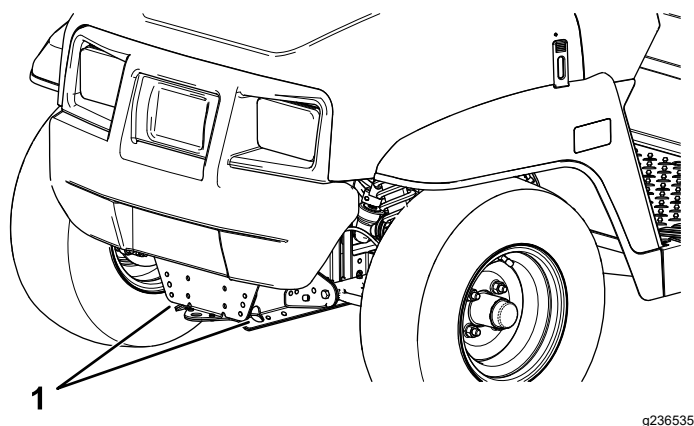
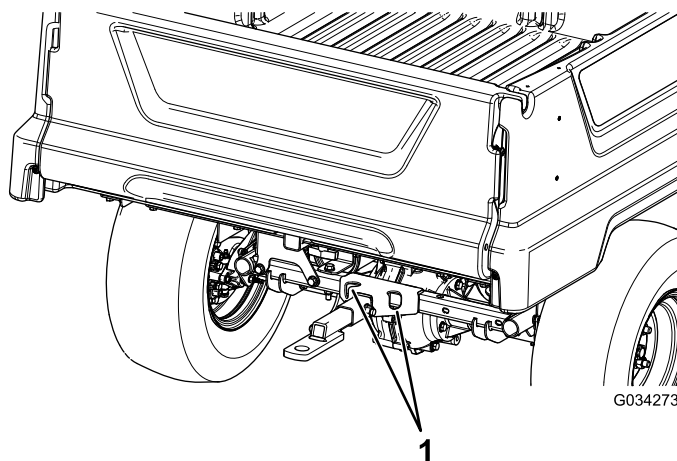

Figura 21
Figura 22
Vedere Figura 21 e Figura 22 per conoscere la posizione dei punti di attacco sulla macchina.
2. Fissate una fune di traino al timone sulla parte anteriore del telaio della macchina (Figura 21).